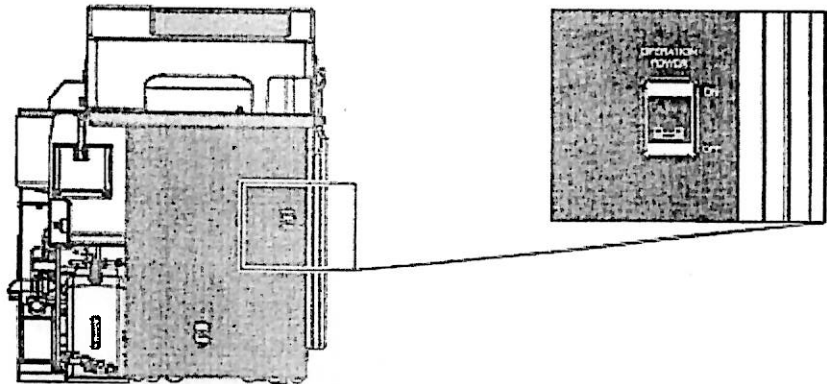

Imagen 4: Interruptor de alimentación de operación
- Encender el interruptor de alimentación que está a la derecha de la unidad analítica. El equipo inicia la rutina de inicialización (ver imagen 4).